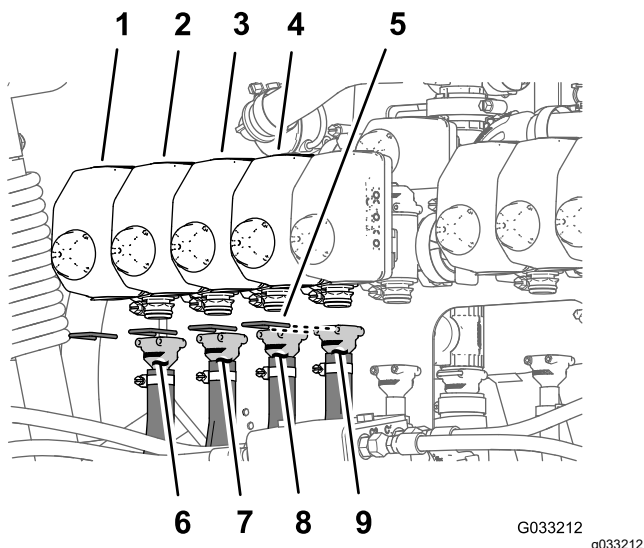
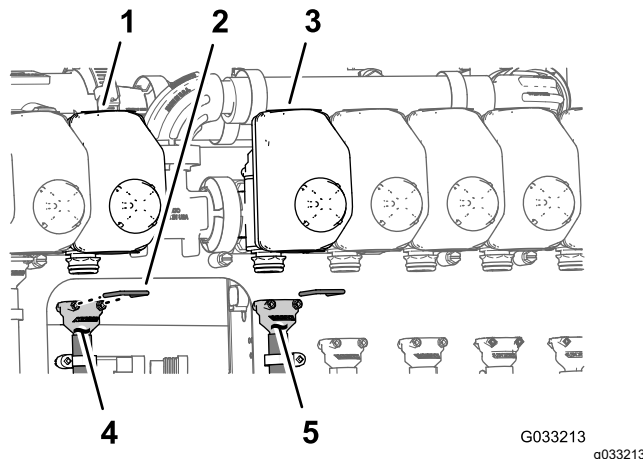

Figure 72
Figure 73
**Remarque:** Voir la Figure 72 à la section Branchement des flexibles sur les vannes de buse 1 à 4 \(page 38\), la Figure 73 à la section Branchement des flexibles sur les vannes de buse 5 et 6 \(page 38\) et la Figure 74 à la section Branchement des flexibles sur les vannes de buse 7 à 10 \(page 39\) pour les positions de vanne de buse.
1. Reliez le raccord droit cannelé d'un flexible d'alimentation de 279 cm (110 po) au coupleur de la vanne de buse 1 (Figure 72).
2. Fixez le raccord cannelé au coupleur avec un étrier (Figure 72).
3. Reliez le raccord droit cannelé d'un flexible d'alimentation de 234 cm (92 po) au coupleur de la vanne de buse 2 (Figure 72).
4. Fixez le raccord cannelé au coupleur avec un étrier (Figure 72).
5. Reliez le raccord droit cannelé d'un flexible d'alimentation de 188 cm (74 po) au coupleur de la vanne de buse 3 (Figure 72).
6. Fixez le raccord cannelé au coupleur avec un étrier (Figure 72).
7. Reliez le raccord droit cannelé d'un flexible d'alimentation de 188 cm (74 po) au coupleur de la vanne de buse 4 (Figure 72).
8. Fixez le raccord cannelé au coupleur avec un étrier (Figure 72).
1. Reliez le raccord droit cannelé d'un flexible d'alimentation de 81 cm (32 po) au coupleur de la vanne de buse 5 (Figure 73).
2. Fixez le raccord cannelé au coupleur avec un étrier (Figure 73).
3. Reliez le raccord droit cannelé d'un flexible d'alimentation de 81 cm (32 po) au coupleur de la vanne de buse 6 (Figure 73).
4. Fixez le raccord cannelé au coupleur avec un étrier (Figure 73).